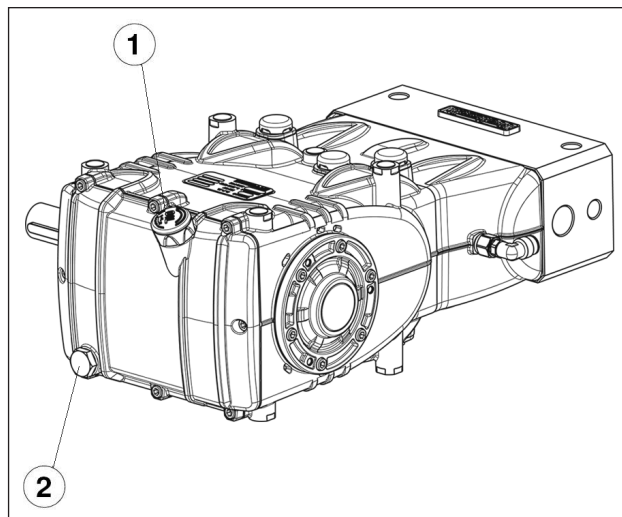

Рис. 3
Маслоизмерительный щуп поз. ①, Рис. 3.
Правильный контроль уровня масла производится при насосе, имеющем температуру окружающей среды; замена масла осуществляется при насосе, разогретом до рабочей температуры, для чего извлекается маслоизмерительный щуп поз. ①, а затем пробка, поз. ②, Рис. 3.